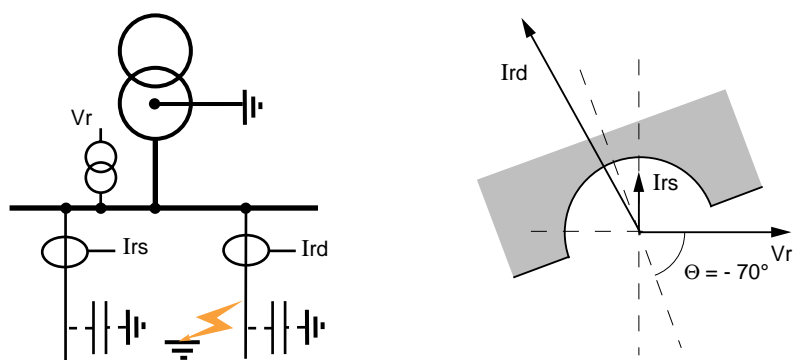

fig. 21 : réseau à neutre relié directement à la terre : détection des défauts à la terre.
□ réseaux à neutre relié directement à la terre (cf. fig. 21) :